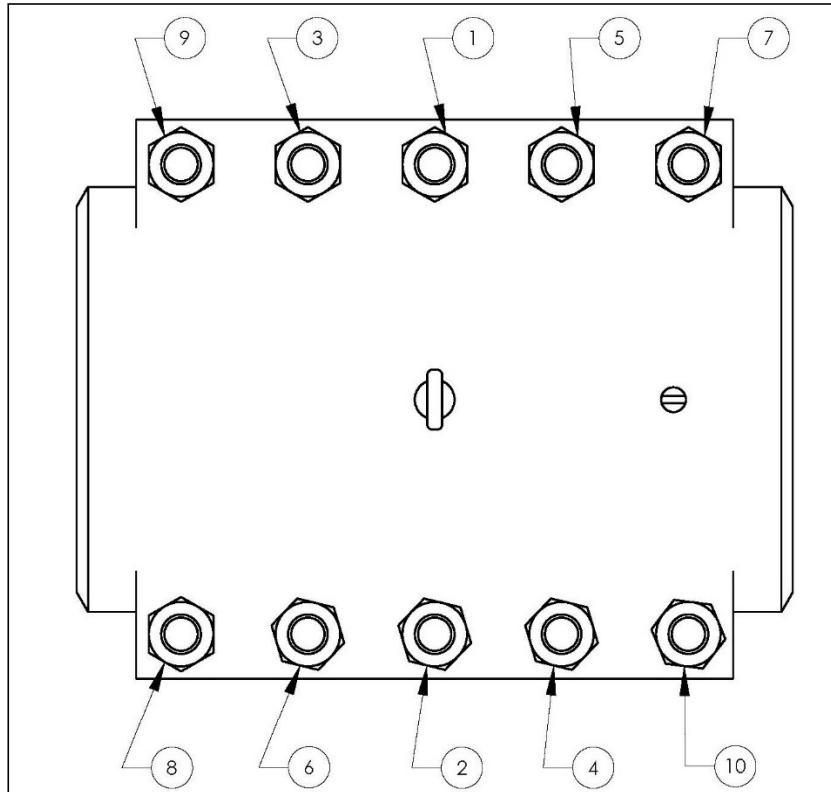

Figura 10
7. Serrare i prigionieri in modo uniforme secondo il valore corrispondente per la dimensione del bullone riportato nella **Tabella della Coppia di Serraggio dei Prigionieri dell'Area di Tenuta PLIDCO** inclusa a pagina 19. I migliori risultati si ottengono mantenendo un interstizio uniforme lungo le barre laterali durante il serraggio dei prigionieri. Assicurarsi che il dado sia completamente avvitato, con un'estensione minima del prigioniero di $1/4$ di pollice (6,4 mm) oltre il dado. La sequenza per il serraggio dei prigionieri deve seguire il modello mostrato nella Figura 10 e deve essere eseguita ripetutamente come segue: